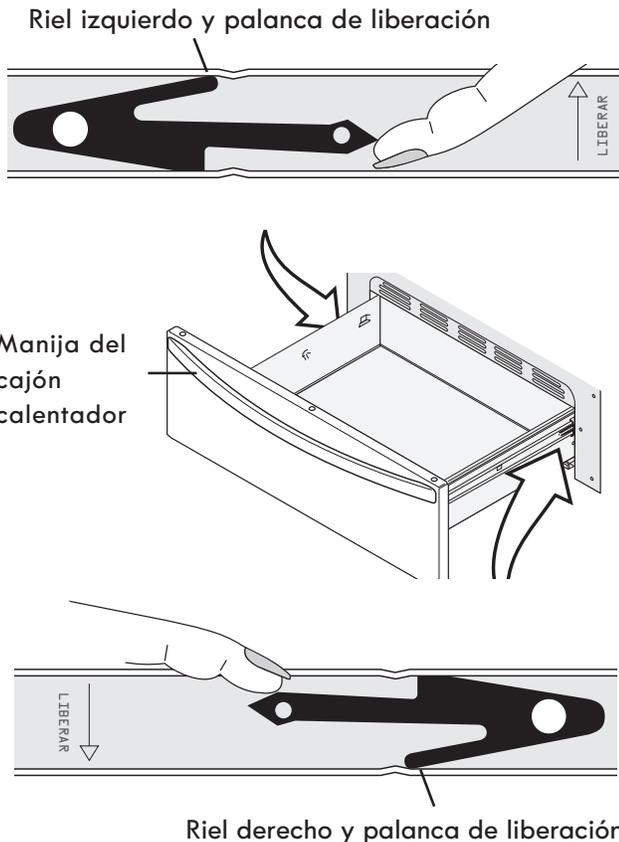

Figura 48: Desinstalación del cajón calentador
3. Ubique la palanca negra de liberación en el riel izquierdo del cajón calentador y presiónelo hacia arriba con el dedo mientras tira levemente de la manija del cajón. Ubique la palanca negra de liberación en el riel derecho del cajón calentador y presiónela hacia abajo con el dedo mientras tira levemente de la manija del cajón calentador (Vea figura 48).